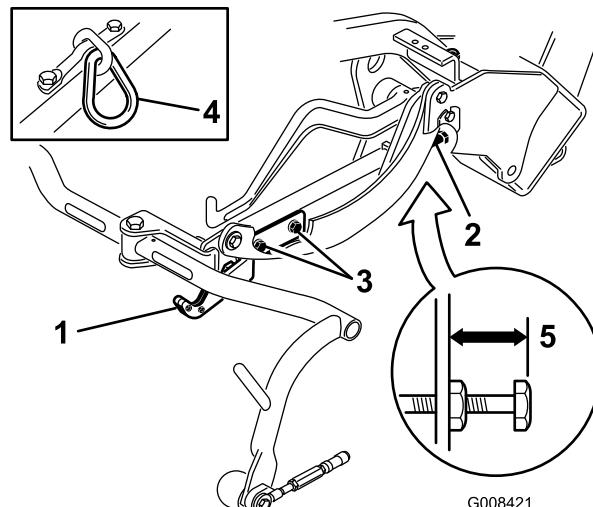
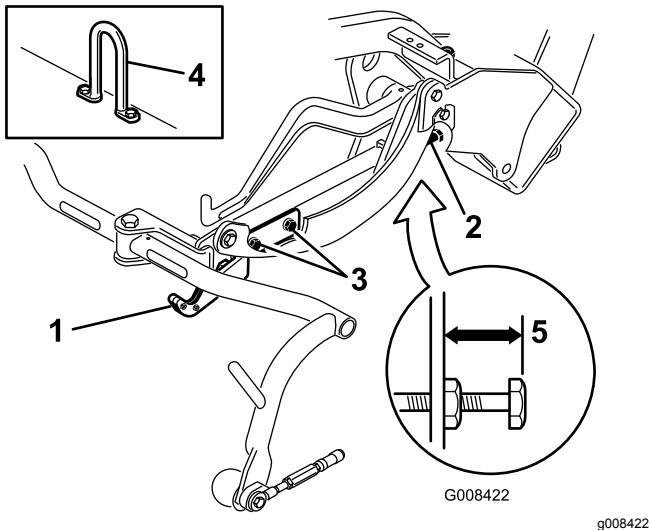

**Figura 13**
Figura 15
3. En unidades de corte equipadas con un gancho de elevación con eslabón de cadena o recto (Figura 14 y Figura 15, detalle), compruebe que la distancia entre la parte superior del tornillo de ajuste del bastidor de tiro y el borde trasero del bastidor de tiro es de 22 mm. Si la distancia no es de 22 mm, continúe con el paso 4. Si la unidad de corte está equipada con un gancho de elevación acodado, (Figura 13), continúe con el paso siguiente.
Compruebe la altura de transporte (Figura 14 y Figura 15) y ajústela si es necesario.
2. En unidades de corte equipadas con un gancho de elevación acodado (Figura 13, detalle) compruebe que la distancia entre la parte superior del tornillo de ajuste del bastidor de tiro y el borde trasero del bastidor de tiro es de 25 mm. Si la distancia no es de 25 mm, continúe con el paso 4.
4. Afloje los tornillos de montaje de la pletina de transporte (Figura 14, Figura 15 y Figura 13).
7. Si los bastidores de tiro no están a la misma altura, afloje la contratuerca del tornillo de ajuste del bastidor de tiro (Fig. Figura 13, Figura 14 y Figura 15). Gire el tornillo hacia fuera para elevar y hacia dentro para bajar. Apriete la contratuerca después de obtener la altura adecuada.